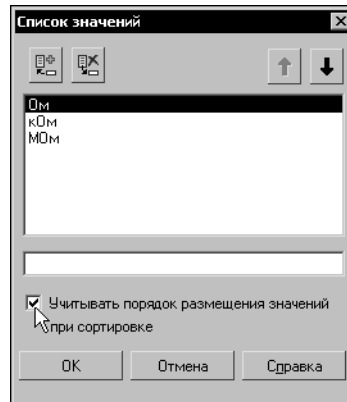

Рис. 21.10.
2.1. При вводе списка значений для седьмой колонки расположите строки в порядке: Ом, кОм, МОм (рис. 21.10). При необходимости воспользуйтесь кнопками **Переместить значение в списке вверх** и **Переместить значение в списке вниз**, находящимися над списком.